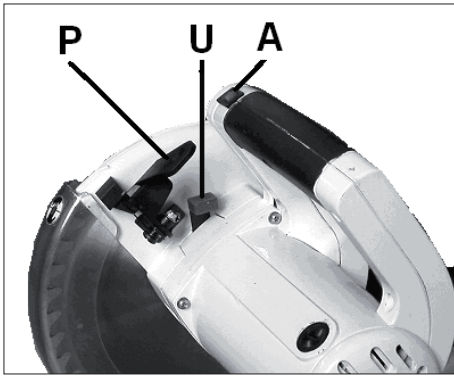

Рис. 3
- Розблокуйте вал пилки за допомогою клавійного блокувального вимикача вала пилки (U, Рис. 3) та звільніть притисний гвинт пиляльного диску, застосовуючи для цього гайковий ключ (Т).